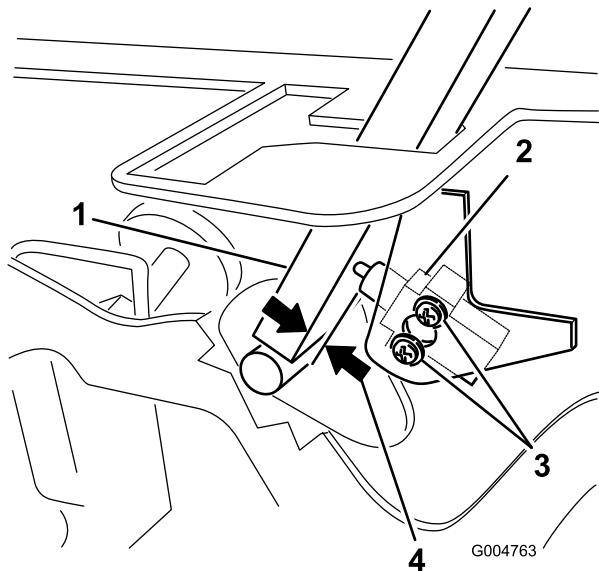

図 57
3. インタロックスイッチを固定しているネジ2本を取り外す(図 57)。
4. コントロールレバーをフレームに押し付けた状態で、スイッチをレバー側に動かし、レバーとスイッチのボディーとの距離が 0.4~1 mm になるように調整する（図 57）。